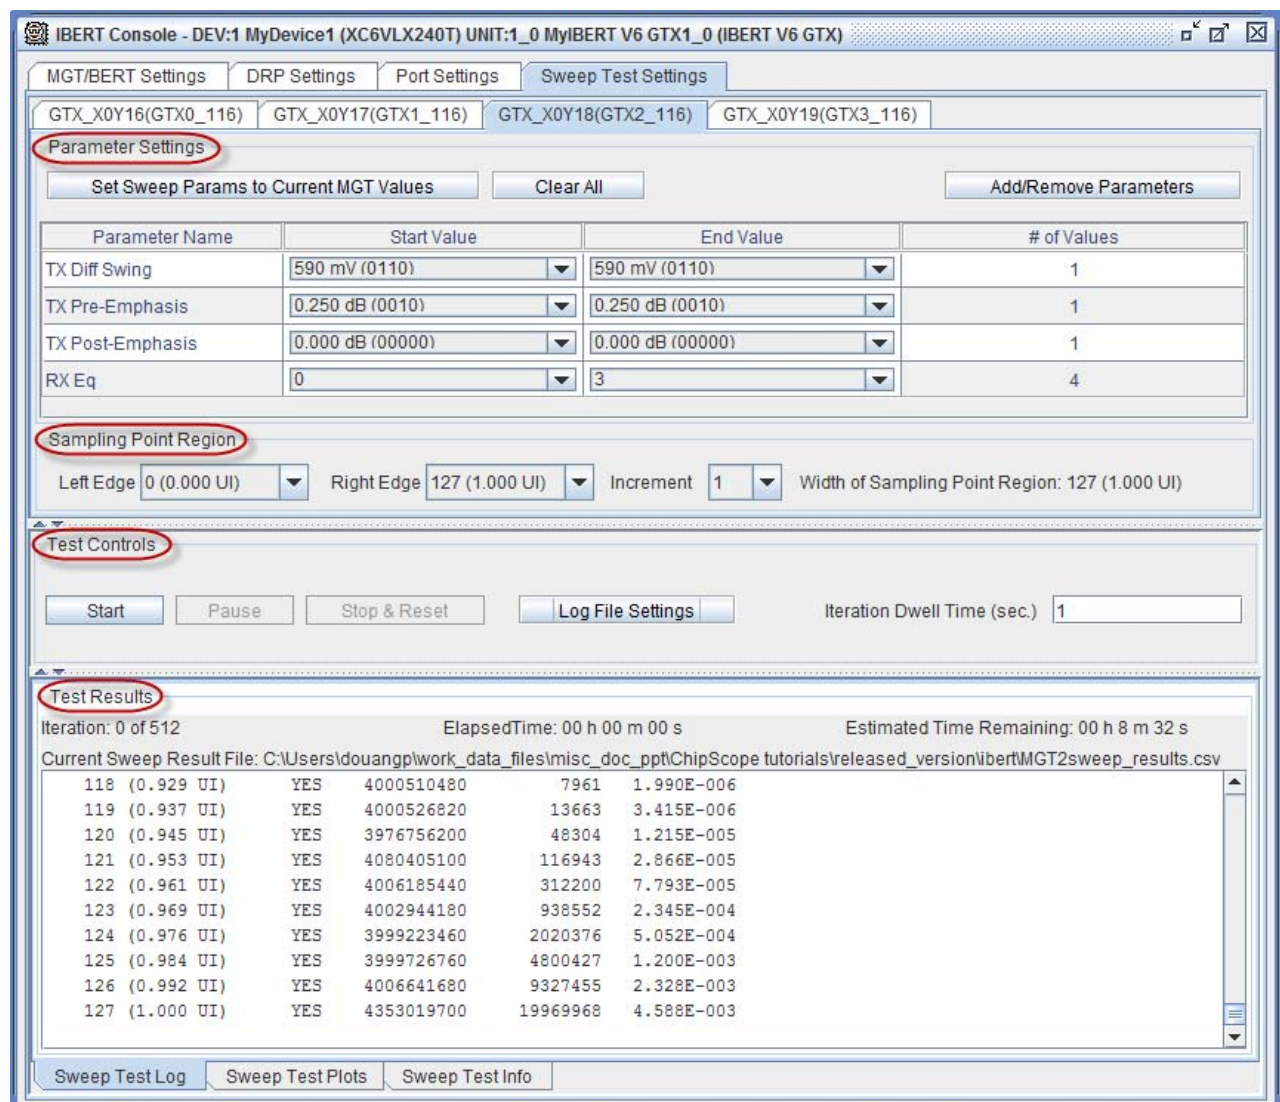

図 8 : [Sweep Test Settings] パネル
[Sweep Test Settings] パネルが表示されます (図 8)。重要なオプションは、赤い円で囲んであります。
1. [IBERT Console] ウィンドウで [Sweep Test Settings] タブがオンになっていることを確認します (図 8)。